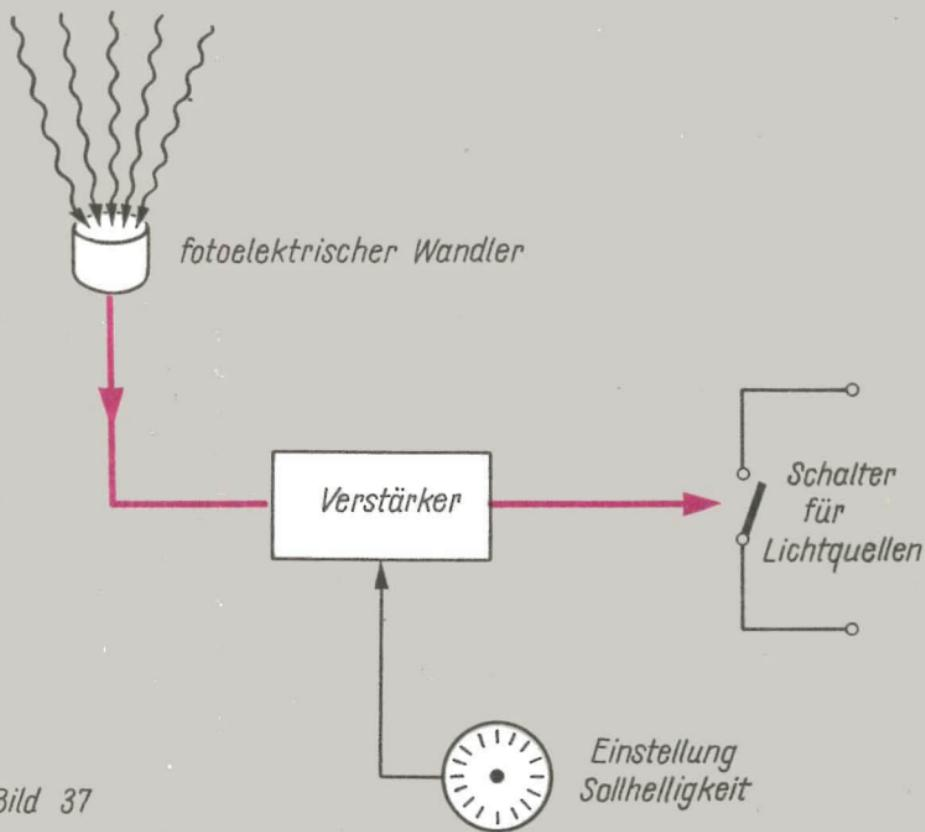

Bild 37
*Dämmerungsschalter* (Bild 37) messen die Helligkeit und betätigen in Abhängigkeit davon die Beleuchtung. Ein fotoelektrischer Wandler erzeugt das Steuersignal. Es wird verstärkt und schaltet die Lichtquellen ein, wenn eine mittlere Mindestbeleuchtungsstärke vorliegt, und wieder aus, wenn die Beleuchtungsstärke bei Tagesanbruch wieder ansteigt. Bei diesen Schaltern könnte es sich als ungünstig erweisen, daß elektronische Geräte schneller als der Mensch reagieren: Wenn man dem Dämmerungsschalter nicht eine Art „künstlicher Schrecksekunde“ einbauen würde, die ein Ansprechen bei kurzen Lichtimpulsen verhindert, würde jeder Blitz, jeder Autoscheinwerfer, dessen Licht den fotoelektrischen Wandler trifft, die Straßenbeleuchtung für eine kurze Zeitspanne abschalten.